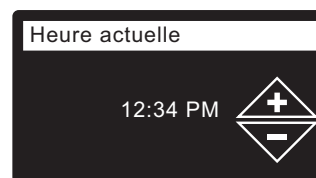

FIG. 27
11. **HEURE ACTUELLE** Appuyez sur le bouton BAS (▼) ou HAUT (▲) pour régler l'heure (cf. Figure 27). Maintenez le bouton enfoncé pour faire défiler rapidement. Vérifiez que la période indiquée est correcte (AM ou PM). L'horloge sera en format 24 heures si vous avez choisi les unités métriques à l'étape 9.
12. Appuyez sur le SÉLECTEUR (O) :